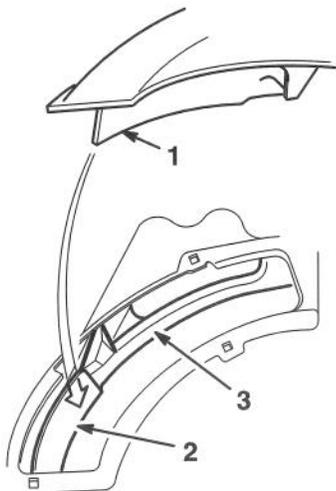

Figure 39
- Placer le coin avant de la chicane de la chute d'éjection dans l'ouverture du carter de la tondeuse. La faire tourner vers la droite et l'enfoncer dans l'ouverture (Fig. 39).